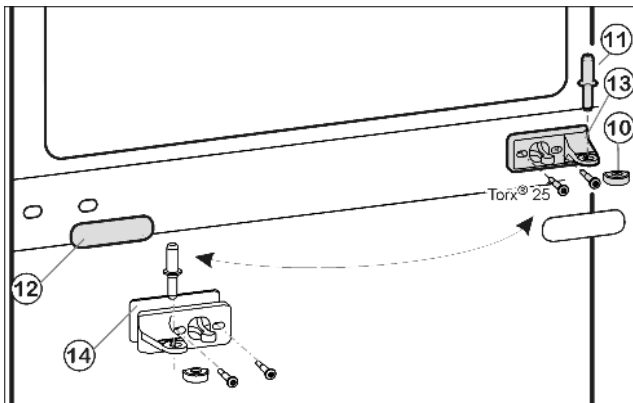
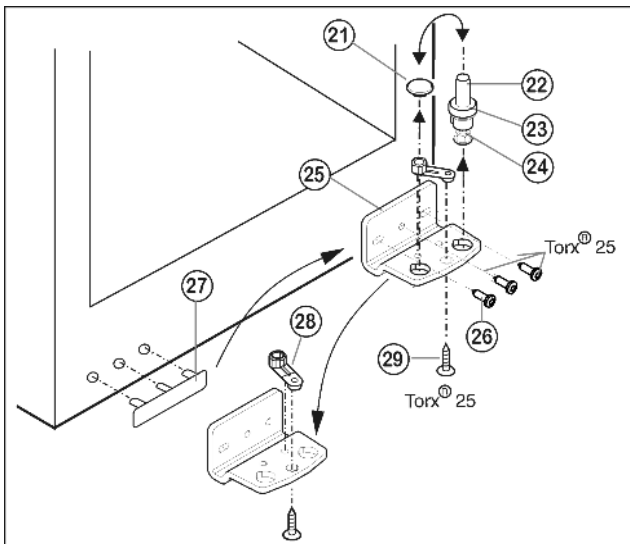

Fig. 5
Fig. 6
- Retirer le pivot central Fig. 5 (11) de sa charnière et de la porte inférieure.
- Retirer le capuchon en plastique Fig. 5 (10).
- Dévisser le support d'appui du milieu Fig. 5 (13) (2 Torx® 25).
- ▶ Retirer avec précaution le panneau-cache Fig. 5 (12).
- ▶ Visser le support d'appui du milieu Fig. 5 (13) avec le support pivoté Fig. 5 (14) de 180° sur le nouveau côté charnière (avec 4 Nm).
- ▶ Encliqueter de nouveau le panneau-cache Fig. 5 (12) tourné de 180° sur le nouveau côté poignée.
- ▶ Dévisser le pivot Fig. 6 (22) complètement avec le disque Fig. 6 (23) et le pied réglable Fig. 6 (24) vers le haut.
- ▶ Enlever le bouchon Fig. 6 (21).
- ▶ Dévisser Fig. 6 (26) le support d'appui Fig. 6 (25).
- ▶ Dévisser l'élément pivotant Fig. 6 (28) et le permuter dans le trou opposé du support d'appui.
- ▶ Soulever le cache côté poignée Fig. 6 (27) avec précaution et le positionner sur le côté opposé.
- ▶ Revisser à fond le support d'appui Fig. 6 (25) sur le nouveau côté charnière en utilisant une visseuse sans fil si nécessaire, avec un couple de serrage de 4 Nm.
- ▶ Replacer le bouchon Fig. 6 (21) dans l'autre trou.
- ▶ Replacer le pivot Fig. 6 (22) complètement avec le disque et le pied réglable. Faire attention à ce que les ergots d'encliquetage soient tournés vers l'arrière.
- ▶ Placer la porte supérieure par le haut sur le pivot inférieur Fig. 6 (22).
- ▶ Remettre le capuchon en plastique Fig. 5 (10) sur le support d'appui central Fig. 5 (13).
- ▶ Placer le pivot du milieu Fig. 5 (11) sur le nouveau côté charnière à travers le support d'appui central Fig. 5 (13) dans la porte inférieure.
- ▶ Placer la porte supérieure sur le pivot du milieu Fig. 5 (11).
- ▶ Aligner éventuellement les portes à la carrosserie grâce aux deux trous longitudinaux dans le support d'appui inférieur Fig. 6 (25) et le support d'appui central Fig. 5 (13). Pour cela, dévisser la vis centrale du support d'appui inférieur Fig. 6 (25).